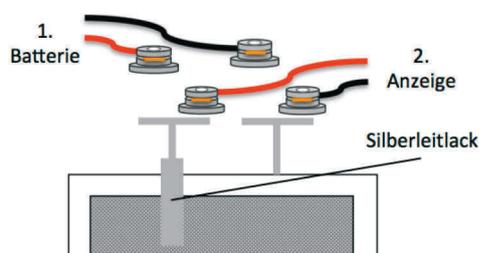

Bild 24: Mit Silberleitlack Kontakt zwischen Oberseite des bemalten Quadrats und Anschluss auf Vorlage herstellen
- Zum Abschluss verbindest Du noch den linken Anschluss mit Hilfe von Silberleitlack (siehe Bild 24).